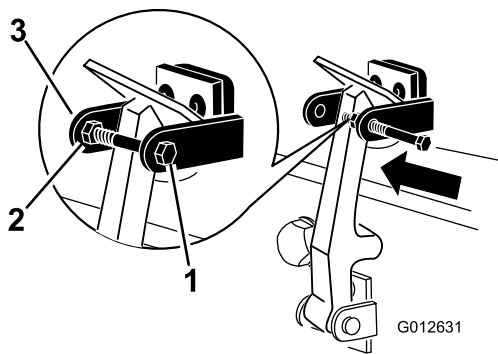

Figura 10
7. Aperte o parafuso no outro braço do suporte do trinco do capot e prenda o trinco na posição (Figura 10). Aperte o parafuso firmemente, mas não aperte a porca.